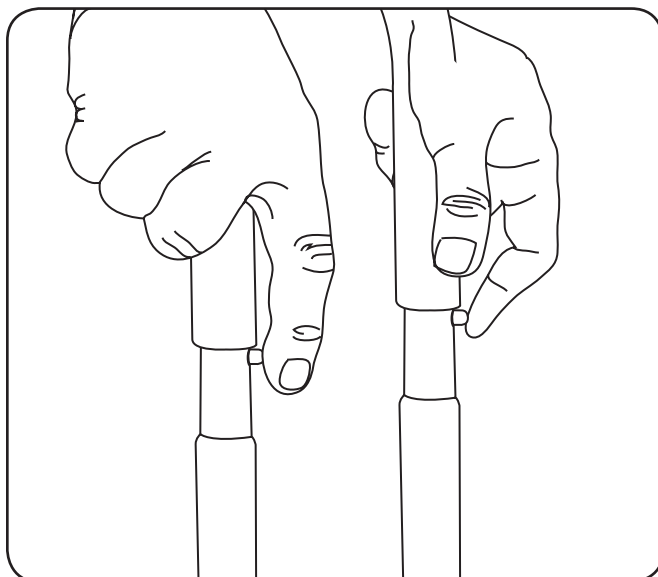

Figure 3-1
1. Placez l'ensemble de poignée sur le cadre, enfoncez les boutons-poussoirs et glissez l'ensemble de poignée dans le cadre jusqu'à ce que les boutons-poussoirs s'enclenchent dans les trous. Ver la Figure 3-1.